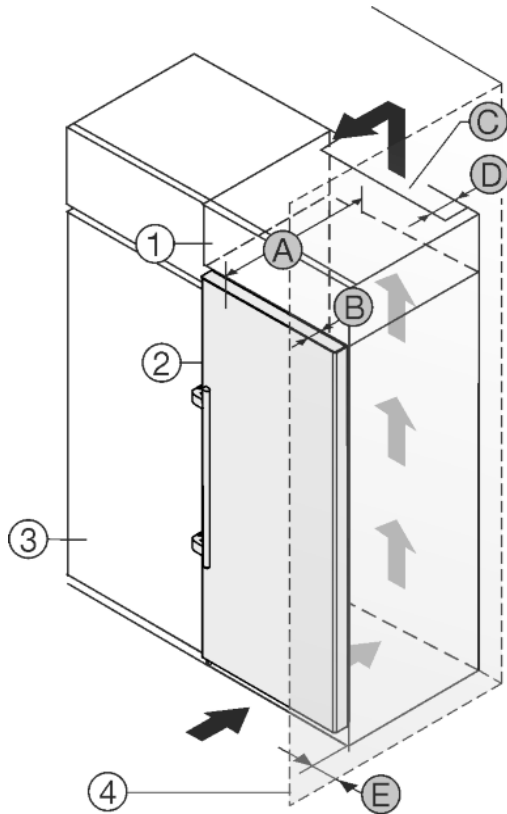

Fig. 9
\* En aparatos con distanciadores de pared suministrados, la medida aumenta 35 mm (consulte 4.2 Instalación del aparato). El aparato se puede rodear de armarios de cocina. Para adaptar el aparato Fig. 9 (2) a la altura de la cocina, se puede instalar un armario Fig. 9 (1) correspondiente sobre el aparato. El aparato puede colocarse directamente junto al armario de cocina Fig. 9 (3). Para poder abrir totalmente la puerta, el aparato debe sobresalir sobre la profundidad Fig. 9 (B) del frente del armario de cocina. El aparato puede sobresalir más en función de la profundidad de los armarios de cocina y del uso de los distanciadores de pared.
- En la parte trasera del armario superior debe haber una cámara de escape de aire con una profundidad Fig. 9 (D) por toda la anchura del armario
- Bajo el techo de la habitación debe mantenerse la sección transversal de ventilación Fig. 9 (C).
Si el aparato se instala con las bisagras junto a una pared Fig. 9 (4), debe mantenerse la distancia Fig. 9 (E) entre el aparato y la pared. Esto equivale al saliente del tirador con la puerta abierta